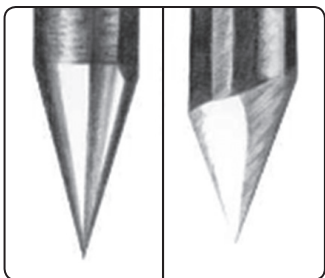

Abb. 10A
• Ist die Elektrode nicht spitz wie auf dem Bild 10A, muss diese durch Schleifen in Richtung ihrer Längsachse mit einem regelmäßigen Konus angespitzt werden, damit die Spitze zentriert ist, denn dies ist notwendig, damit der Schweißbogen nicht abgelenkt wird. Das feine Anspitzen mit einem vollkommenen Konus hat einen wesentlichen Einfluss auf die Lebensdauer der Elektrode, Qualität und Verlauf des Schweißvorgangs. Ein Konus mit einer rauen Oberfläche brennt schneller ab. Eine falsch angeschliffene Elektrode muss häufiger geschliffen werden und dies führt zu schlechteren Schweißergebnissen.